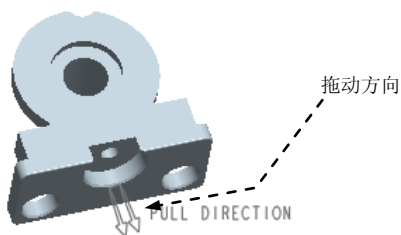

图 14.2 调整模具坐标系前
Step4. 在“布局”对话框的 **布局** 区域中单击 ☒ **单一** 单选项，在“布局”对话框中单击 **预览** 按钮，结果如图 14.2 所示。
(1) 在“布局”对话框的 **参考模型起点与定向** 区域中单击 **获得坐标系类型** 按钮，系统弹出“获得坐标系类型”菜单。
(2) 定义坐标系类型。在“获得坐标系类型”菜单中选择 **Dynamic (动态)** 命令，系统弹